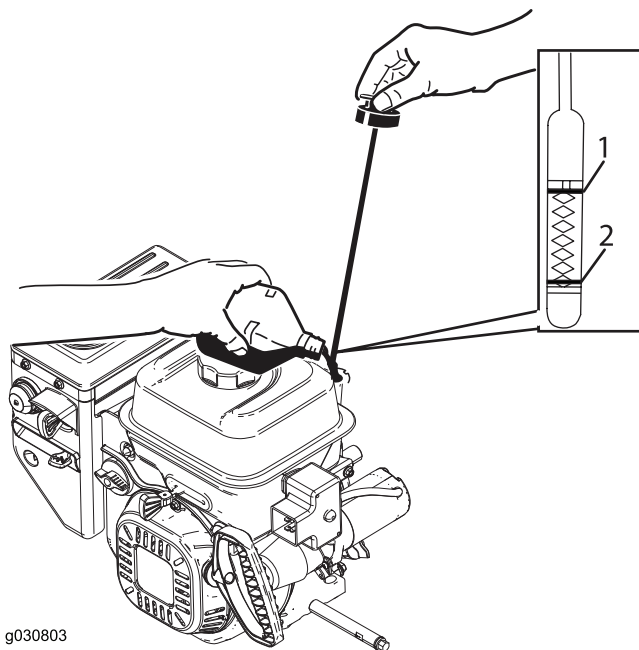

Figure 34
2. Ressortez la jauge et contrôlez le niveau d'huile (Figure 34). Faites l'appoint si le niveau est en dessous du repère « Add » sur la jauge. Voir Vidange de l'huile moteur (page 22).